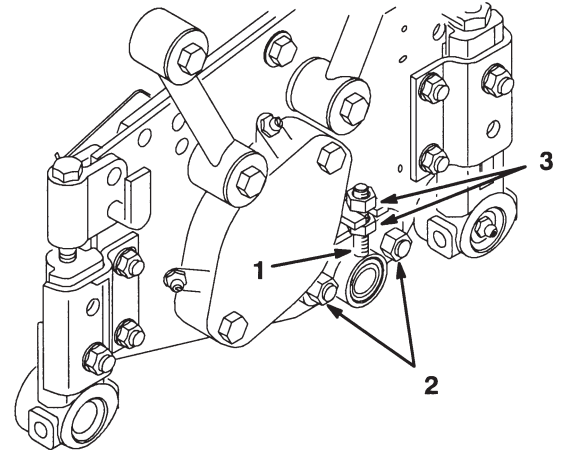

Bild 5
6. Lockern Sie die zwei Sicherungsmuttern, mit denen die Untermessereinstellung an der Seitenwand des Schneidwerks befestigt wird (Bild 5).
7. Stellen Sie die Muttern zum Bewegen der Untermessereinstellung auf- oder abwärts ein, bis das Papier über die gesamte Länge des Untermessers geschnitten wird, wenn die Untermessereinstellung auf höchstens zwei Rasten über den ersten Spindel:Untermesserkontakt hinaus gedreht wird (Bild 5).